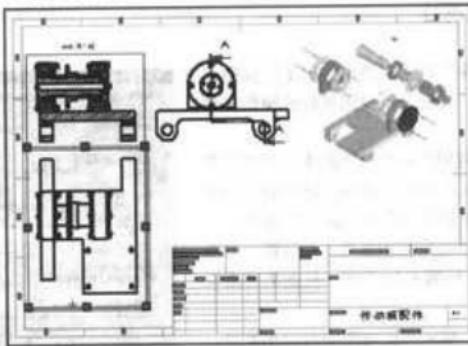

图 6-68 生成投影视图
(13) 选择剖面视图 A-A 后，单击工程图工具栏中的 $\blacksquare$  (投影视图) 工具，在图纸中沿投影方向移动指针显示视图的预览。在合适的位置单击左键生成投影视图，如图 6-68 所示。单击 $\checkmark$  (确定) 按钮，关闭“投影视图”属性管理器。